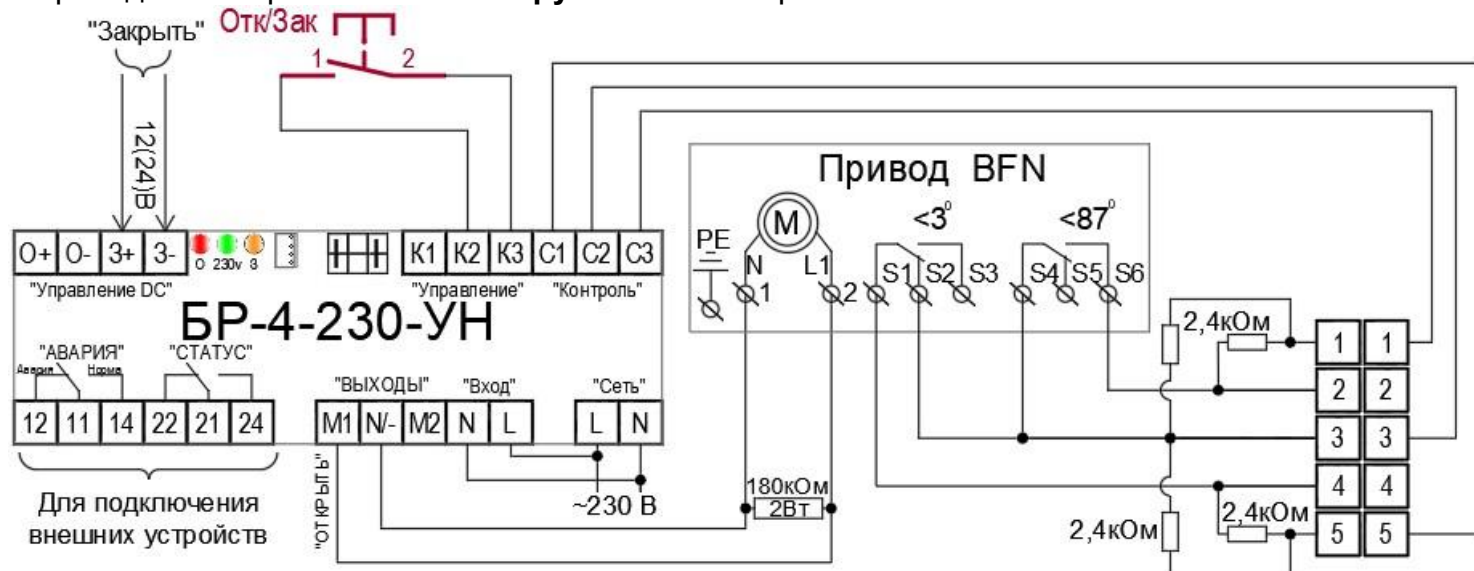

Рис. 4: Схема внешних подключений «БР-4-230-КП-Пд-УН-IP20» к **пружинному** приводу клапана. (управление приводом осуществляется «сухим контактом» без резисторов).
Для стандартной работы Блока с **пружинным** приводом, как показано на **рис. 4**, необходимо установить **джампер «З»** (10)